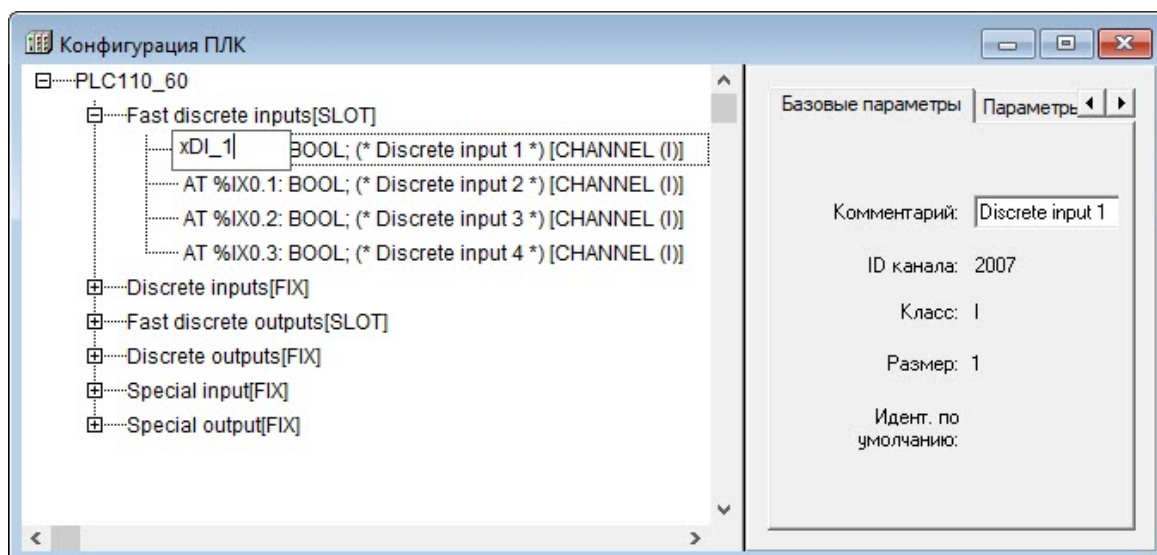

Рисунок 10.9 – Ввод и редактирование имени переменной канала
- после клика по ключевому слову **AT** появляется поле ввода (см. рисунок 10.9) и в программе можно будет обращаться к данным по указанному имени канала (рекомендованный способ).